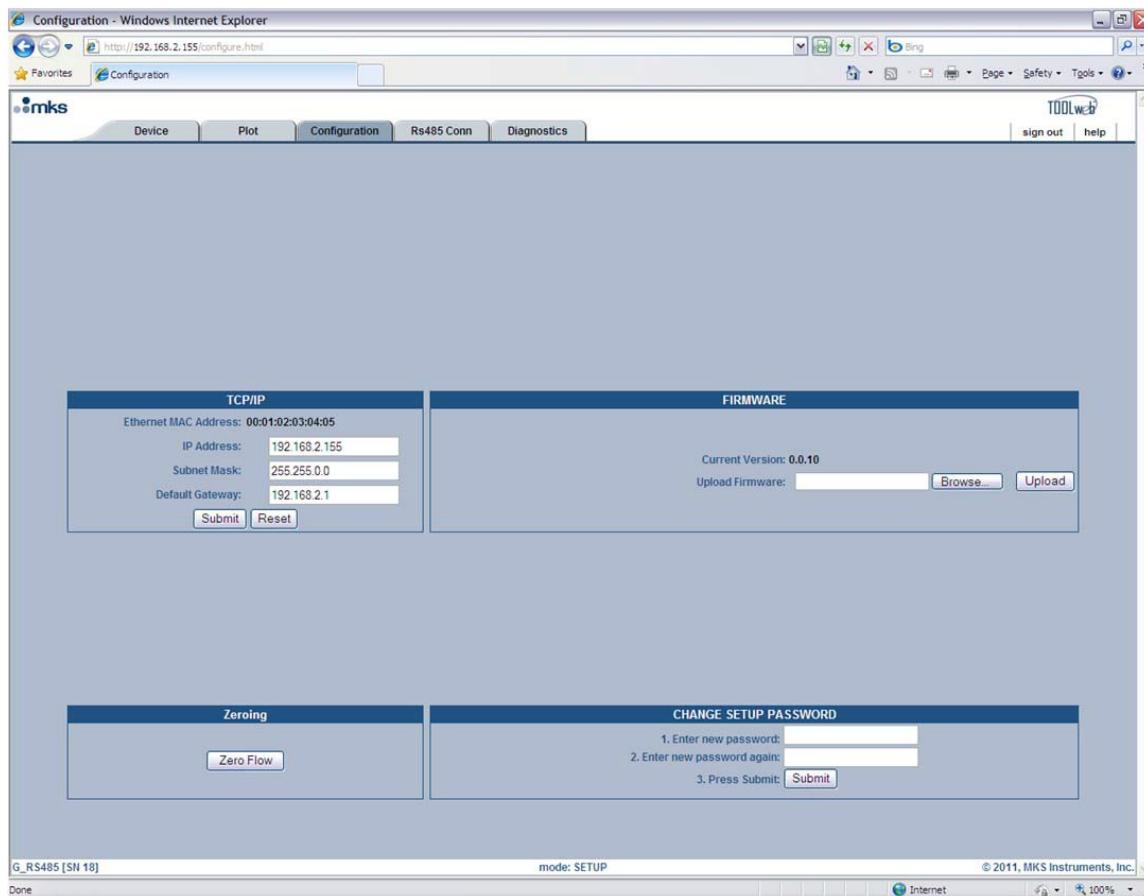

图 18:嵌入式 GUI,设置模式下的配置页
连接到设备并进入设置模式。使用屏幕上的"零流"按钮转到"配置选项卡"和"零"。参见图 18。
- 手动 - 按住设备机柜顶部的零("选择")按钮三 (3) 秒。
- 通过以太网 UI - 使用以太网 UI 连接到设备并输入设置 Mode。使用屏幕上的"零流"按钮转到"配置选项卡"和"零"。参见图 18。